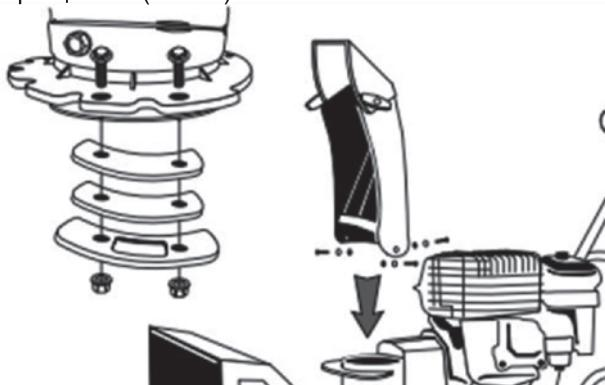

Рис. 5
4. Установите желоб для выброса на фланец разгрузочной камеры и зафиксируйте его с помощью винтов и упоров. После правильной установки желоб должен легко вращатьсяся (Рис. 5).